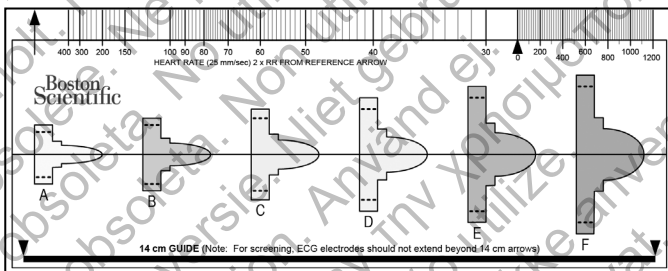

Abbildung 1: Screening-Tool für Patienten. Zur einfachen Referenz ist jedem Farbprofil ein Buchstabe (A,B,C,D,E,F) zugeordnet.
Das Screening-Tool für Patienten, Modell 4744, (Abbildung 1) ist ein spezielles Messwerkzeug aus transparentem Kunststoff mit aufgedruckten Farbprofilen. Die Profile wurden entwickelt, um die ordnungsgemäße Geräteleistung sicherzustellen, indem vor der Implantation solche Signaleigenschaften identifiziert werden, die zu unbefriedigenden Detektionsergebnissen für den Patienten führen können. Der Screening-Vorgang beim Patienten besteht aus drei Schritten: (1) Aufnahme des Oberflächen-EKG, (2) Beurteilung des Oberflächen-EKG und (3) Bestimmung eines akzeptablen Detektionsvektors.